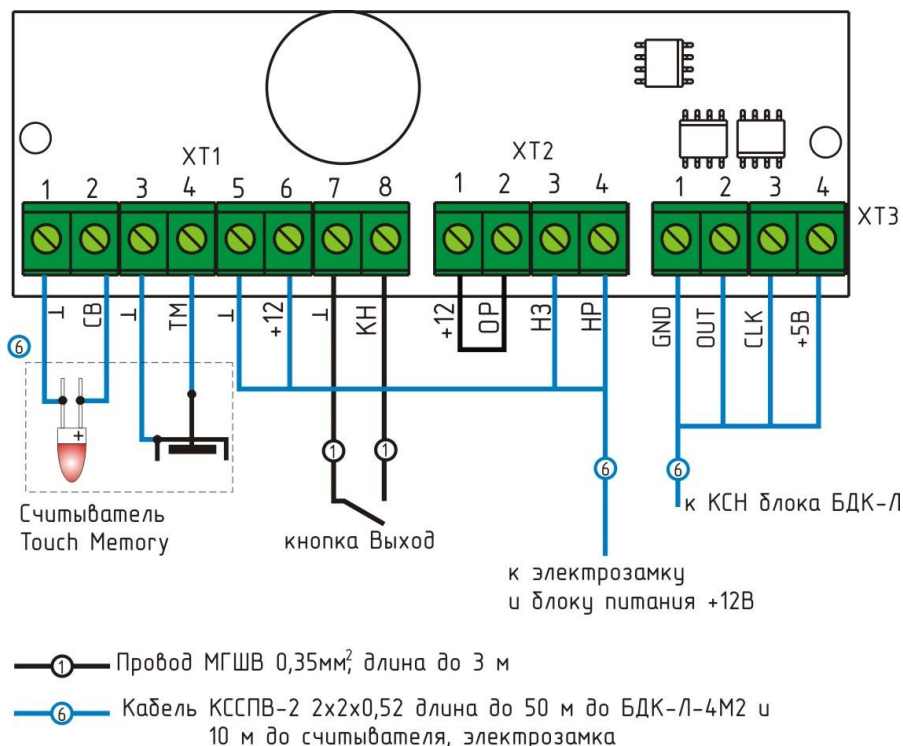

Рисунок 19 - Подключение ТМ-СЛДКС-2
5) Другой конец кабеля связи подключить к клеммам под винт разъема XT3 блока ТМ-СЛДКС-2 (рисунок 19).